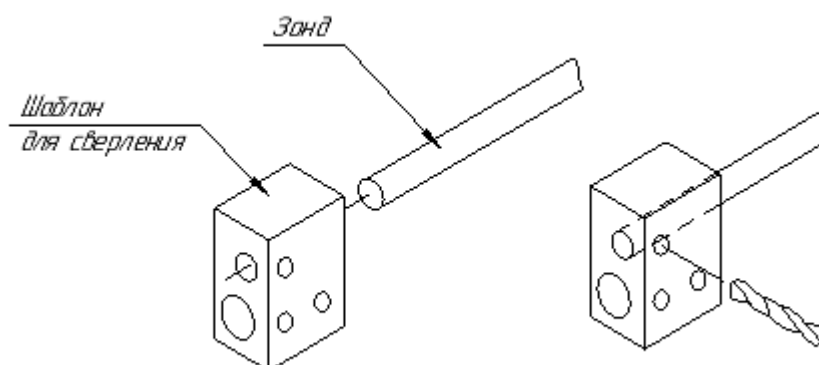

Рисунок 46 – Сверление отверстия с использованием шаблона
- 1 Просверлить одно отверстие, используя шаблон для сверления (рисунок 46);